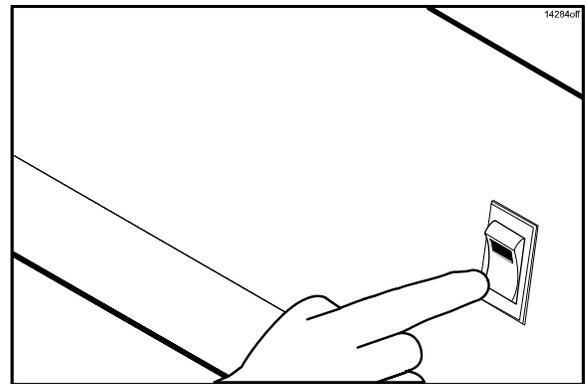

Figura 115
51. Mueva el interruptor de interbloqueo del ventilador a la posición de apagado. (Vea la figura 115.)